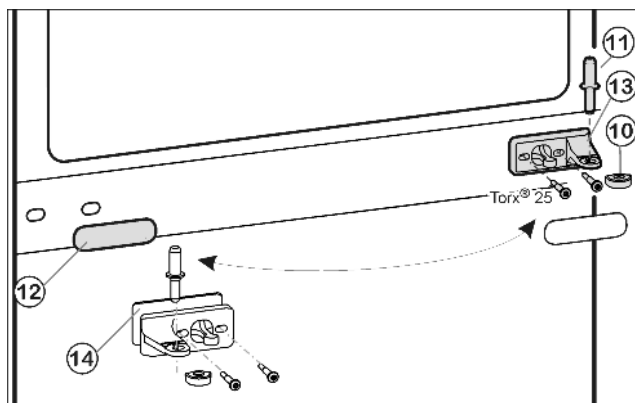
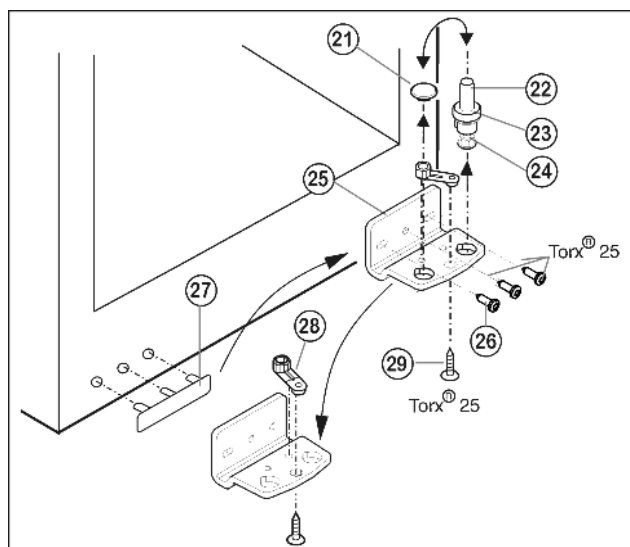

Fig. 9
Fig. 10
- ▶ Prostřední ložiskový čep Fig. 9 (11) vytáhněte ze stojanu ložiska a spodních dveří.
- ▶ Plastovou čepičku Fig. 9 (10) stáhněte.
- ▶ Stojan ložiska uprostřed Fig. 9 (13) odšroubujte (2 krát Torx® 25).
- ▶ Krytku Fig. 9 (12) opatrně stáhněte.
- ▶ Prostřední stojan ložiska Fig. 9 (13) s podložkou Fig. 9 (14) přišroubujte otočený o 180° na novou stranu závěsu (s 4 Nm).
- ▶ Krytku Fig. 9 (12) otočenou o 180° zasuněte na nové straně madla.
- ▶ Ložiskový čep Fig. 10 (22) včetně podložky Fig. 10 (23) a seřizovací nožky Fig. 10 (24) vytáhněte nahoru.
- ▶ Zátku Fig. 10 (21) odstraňte.
- ▶ Stojan ložiska Fig. 10 (25) odšroubujte Fig. 10 (26).
- ▶ Ložiskový díl Fig. 10 (28) odšroubujte Fig. 10 (29) a přemístěte jej do protilehlého upínacího otvoru stojanu ložiska, pak ho znovu pevně přišroubujte.
- ▶ Krytku na straně madla Fig. 10 (27) opatrně vytáhněte a přemístěte na druhou stranu.
- ▶ Stojan ložiska Fig. 10 (25) na nové straně závěsu zase přišroubujte příp. pomocí akumulátorového šroubováku (momentem 4 Nm).
- ▶ Zátka Fig. 10 (21) zase vložte do druhé díry.
- ▶ Ložiskový čep Fig. 10 (22) včetně podložky a seřizovací nožky zase nasadte. Přitom dávejte pozor, aby zajišťovací váčka směřovala dozadu.
- ▶ Spodní dveře nasadíte shora na spodní ložiskový čep *Fig. 10 (22)*.
- ▶ Plastovou krytku *Fig. 9 (10)* nasadíte zase na prostřední stojan ložiska *Fig. 9 (13)*.
- ▶ Prostřední ložiskový čep *Fig. 9 (11)* vložte přes prostřední pouzdro ložiska *Fig. 9 (13)* do spodních dveří na nové straně závěsu.
- ▶ Horní dvířka usadíte na prostředním ložiskovém čepu *Fig. 9 (11)*.
- ▶ Dveře případně pomocí obou podélných děr ve spodním stojanu ložiska *Fig. 10 (25)* a v prostředním stojanu ložiska *Fig. 9 (13)* vyrovnáte tak, aby lícovaly. Vyšroubujte prostřední šroub na stojanu ložiska dole *Fig. 10 (25)*.